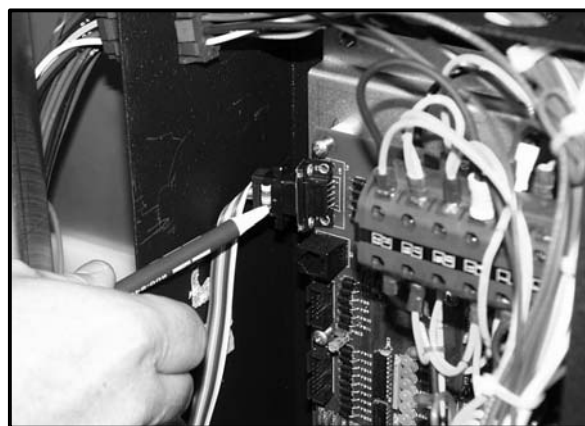

Figure 16
4. Raccordez un câble série standardisé au port série de l'ordinateur portable et au port série à 9 broches situé sur la carte à circuit imprimé dans la zone de commande. Voir la Figure 16.